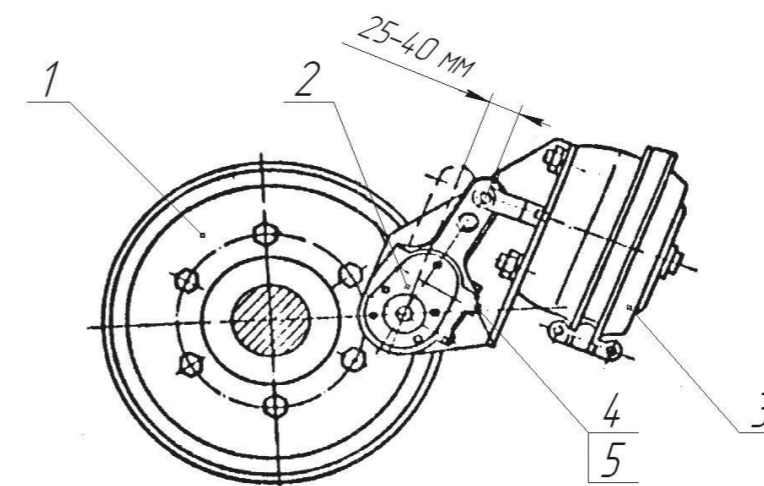

Рис. 7
- расстопорить ось червяка 5 (Рис.7) рычага регулировочного 2, отвернув винт стопорный 4;